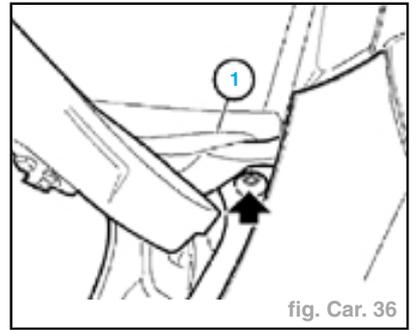

fig. Car. 36
- Le coin (1) de la doublure de baie d'auvent se trouve placé derrière le panneau d'aile avant (2).
- Soulever légèrement la doublure de baie d'auvent (1) (fig. Car. 36).